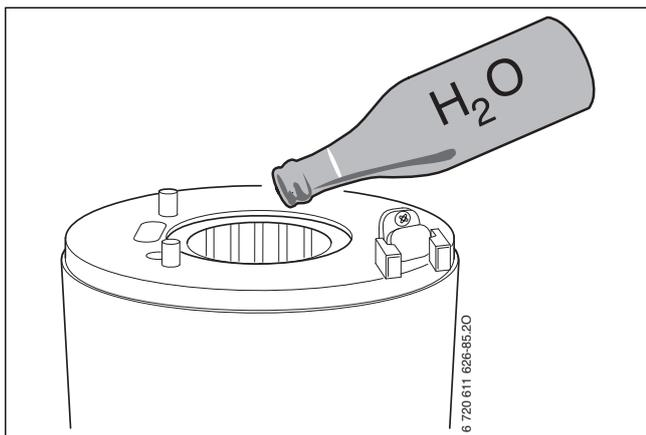

Fig. 46 Lavare con acqua lo scambiatore primario
- ▶ Smontare il dispositivo di miscelazione (→ fig. 46).